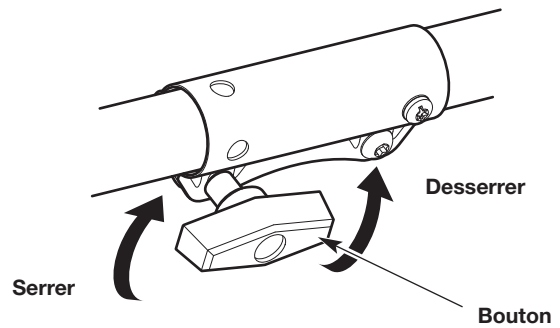

Fig. 7
3. Tournez le bouton dans le sens contraire des aiguilles d'une montre pour desserrer le coupleur (Fig. 7).
6. Tournez le bouton dans le sens contraire des aiguilles d'une montre pour serrer le coupleur (Fig. 7).
2. Tournez le bouton dans le sens contraire des aiguilles d'une montre pour desserrer le coupleur (Fig. 7).